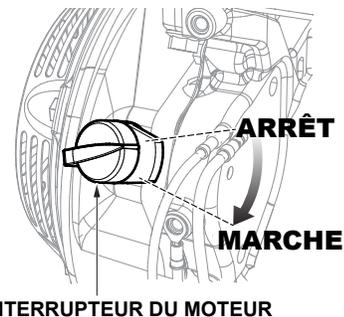

Figure 10. Interrupteur marche/arrêt du moteur (position **MARCHE**)
6. Placez l'interrupteur **MARCHE/ARRÊT** du moteur (Figure 10) en position **MARCHE**.